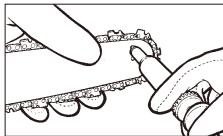

Bild. 20
3. Stecken Sie die Nadelspitze der Ölspritz (Option) in das Ölungsschlund und spritzen Sie das Öl hinein, bis es an der Aussenseite der Zahnung hervortritt (Bild. 20).